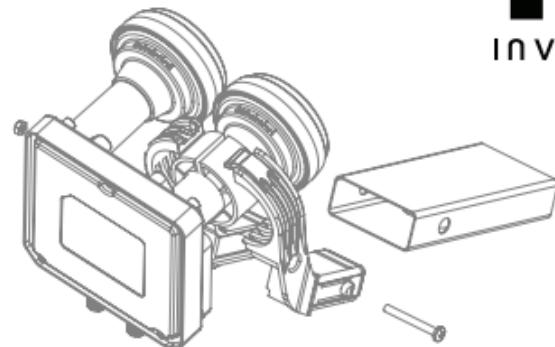

Fig. 1
1. Umieść konwerter w uchwycie antenowym. Zamknij uchwyt i dokręć lekko wkręt obejmę, tak aby móc obracać konwerterem (Fig. 1).